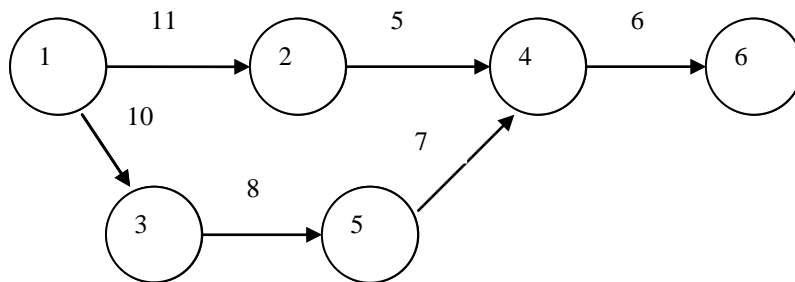

Рисунок 2 – Графічна послідовність подій
5. Складання простої графічної послідовності подій із зазначенням роботи, номера події та тривалості, як показано на рис. 2.